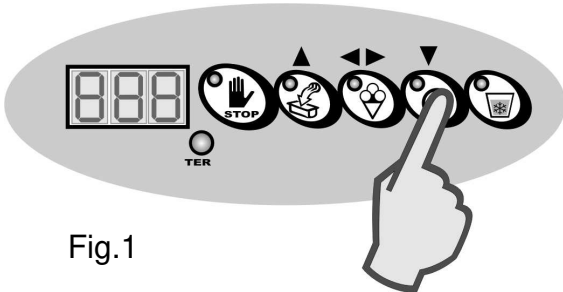

Fig.1
- Avec le cycle en cours, appuyer de nouveau sur la touche CYCLE SEMI-AUTOMATIQUE A TEMPS (fig.1).